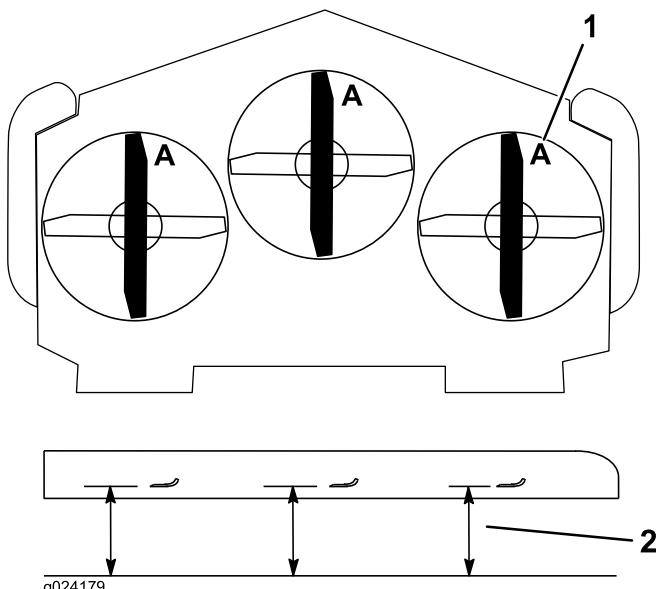

Figura 88
3. Girate le lame fino a disporle in parallelo con la lunghezza della macchina (Figura 88). Misurate da un
piano orizzontale fino al tagliente delle lame, posizione A, (Figura 88). Prendete nota di questa misura.